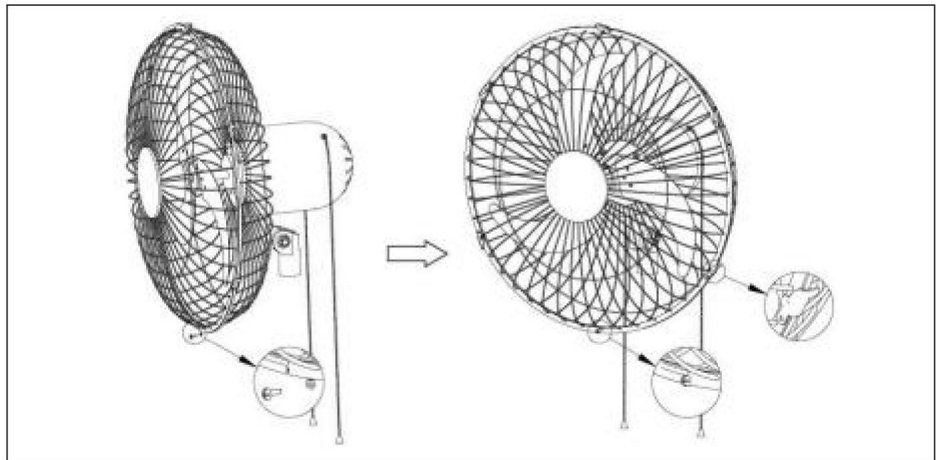

Fig. 7.
3). Rikta in skruvhålen längst ner på det främre och bakre gallret, fäst sedan knapparna på toppen av det främre gallerhöljet till det bakre gallrets lock, fäst alla gallerskyddsknappar och lås slutligen säkerhetsskruvarna(18). Se den (fig. 7.)